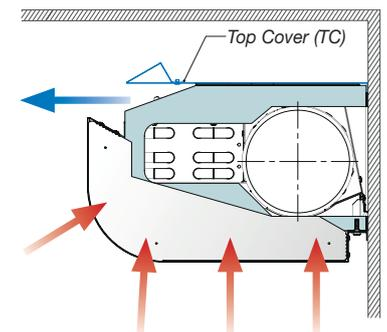

Abbildung 13. Plafond XD-FW Montage an der Wand, mit Abstand zur Decke (FW).
Notwendigkeit eines Top Cover (TC), welches Teil der Lieferung ist. Die Luftverteilung erfolgt horizontal entlang der Decke. Ob ein Coanda-Effekt aufrechterhalten wird, hängt vom statischen Düsendruck, Primärluftmenge, Lufttemperatur und Abstand zur Decke ab. Die FW-Installation erfordert eine obere Abdeckung (Top Cover (TC)), um die horizontale Luftverteilung zu sichern (Abbildung 13).